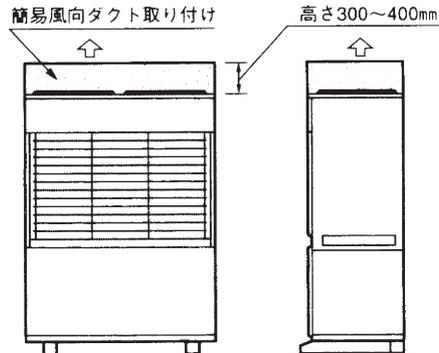

図4 簡易風向ダクト取り付け
③前面スペースが上記必要スペースを十分確保できない場合は、図4を参考に、ユニット上カバー吹出部に高さ300~400mm程度の簡易風向ダクトを現地にて取り付けてください。